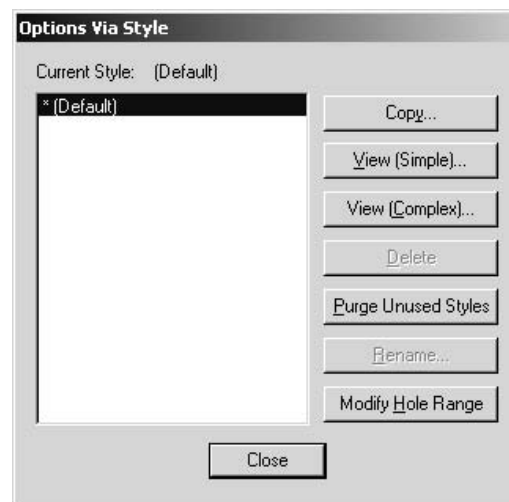

Рис.8.1.6
- Сформировать тип переходных отверстий. Для этого нажать на кнопку **Via Style**. Откроется окно **Options Via Style** (рис.8.1.6). По умолчанию имеется только тип Default.